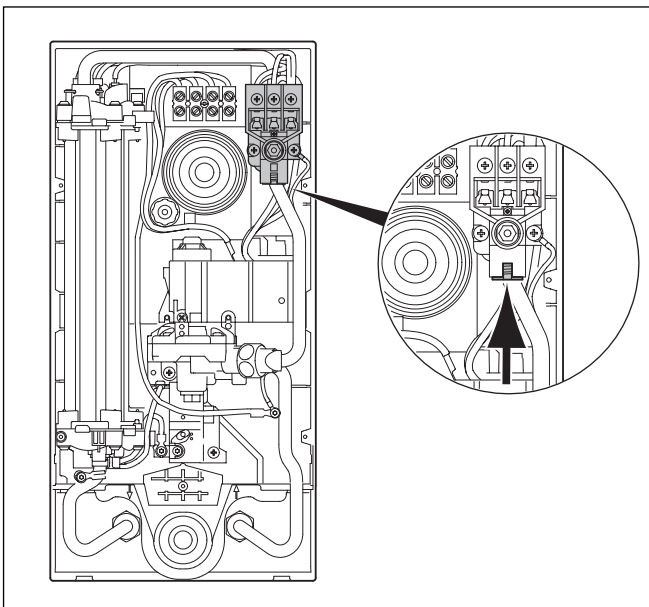

Abb. 5.1 Sicherheitsschalter
- Drücken Sie den Sicherheitsschalter (1) ein, wie in Abbildung 5.1 gezeigt.